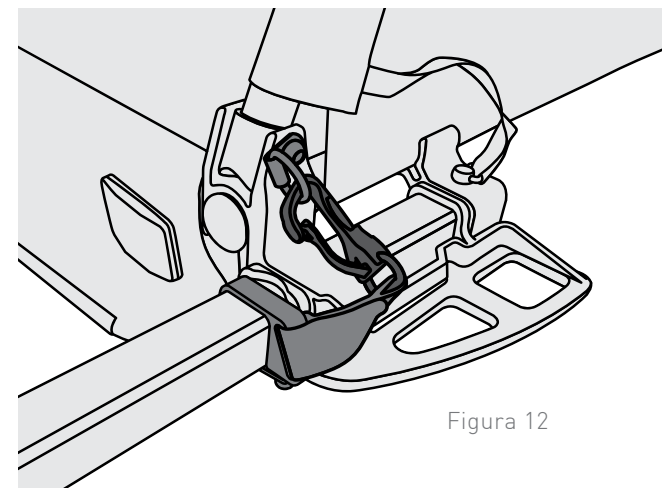

Figura 12
4. Acople la correa de seguridad al anillo D en el bastidor del remolque (Figura 12).